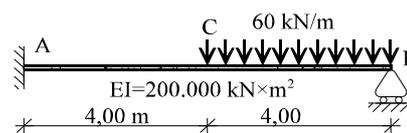

Figura 14
14) Dibujar la ley de momentos flectores, la ley de esfuerzos cortantes y la deformada de la viga de la figura 14 para las siguientes hipótesis de carga: